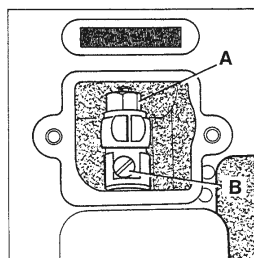

Fig.12
To change the stitch length, remove the cover plate located below the serial number of the machine. Loosen lock nut (A, Fig. 12) and turn stitch length adjusting screw (B) clockwise to shorten stitch or counterclockwise to lengthen it. After adjustment, retighten lock nut (A) and replace the cover plate.
Zum Verändern der Stichtlänge entfernen Sie den Deckel unter der Seriennummer der Maschine. Lösen Sie die Mutter (A, Fig. 12) und drehen die Stichtlängensschraube (B) im Uhrzeigersinn, um den Stich zu verkürzen oder im Gegenuhrzeigersinn, um ihn zu verlängern. Ziehen Sie die Mutter (A) nach dieser Einstellung wieder an und schrauben den Deckel wieder auf.